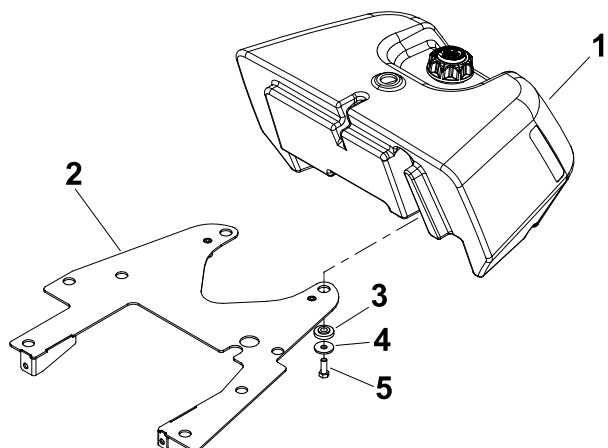

図 5
1. 燃料タンクをタンク取り付けプレートに固定しているキャップスクリュ4本、平ワッシャ、フランジブッシュを外す 図 5。
- 燃料タンクをタンク取り付けプレートに取り付ける先に外したキャップスクリュ、平ワッシャ、フランジブッシュを使用する図 5 燃料タンクを取り外す (ページ 7)を参照。